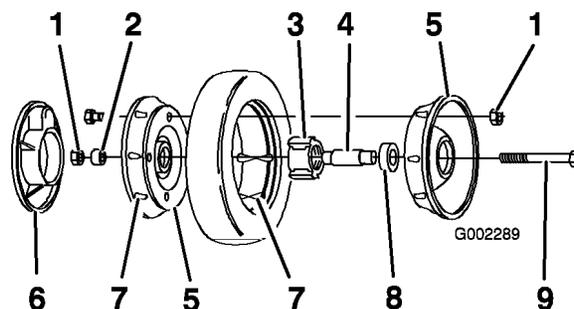

Figura 28
3. Togliete il bullone, il distanziale della ruota e il dado di bloccaggio che fissa la ruota al braccio orientabile (Figura 28).
4. Separate le semiruote dal pneumatico togliendo le quattro viti a testa cilindrica e i quattro dadi di bloccaggio (Figura 28).
Nota: Se volete togliere i cuscinetti dal gruppo cuscinetto-mozzo, premete sul distanziale del cuscinetto (Figura 28).
1. Collocate il pneumatico su una semiruota allineando le sporgenze (Figura 28).
2. Collocate il gruppo cuscinetto-mozzo nel foro centrale della semiruota. Verificate che i piedi del mozzo si trovino sulla flangia del foro (Figura 28).
3. Collocate l'altra semiruota sul gruppo cuscinetto-mozzo, ed allineate la ruota e le sporgenze del pneumatico con i fori di montaggio (Figura 28).
4. Unite le semiruote, senza stringere molto, usando due viti o bulloni completamente filettati (1/4-20 x 1,50 poll.) e dadi senza blocco. Montate le viti o i bulloni nei fori opposti (Figura 28).
5. Controllate che tutte le parti siano allineate, e serrate le viti alternando da un lato all'altro per ottenere un serraggio uniforme, finché le semiruote non si toccano (Figura 28).
lunghe e sostituiteli con due bulloni e due dadi di bloccaggio (Figura 28).
- Montate la ruota sul braccio orientabile utilizzando i bulloni, un distanziale ed un dado di bloccaggio. Verificate che il distanziale si trovi fra il mozzo e il braccio orientabile (Figura 28).